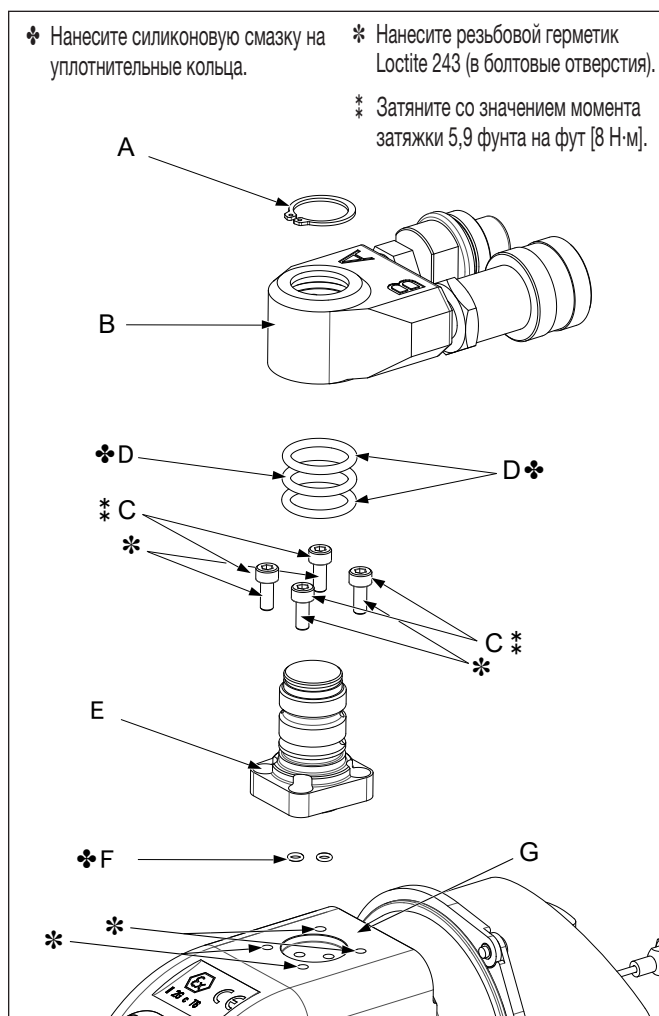

Рисунок 11: Стойка вертлюга и вертлюжное соединение в сборе
7.2.1 Вертлюжное гидравлическое соединение (рис. 11, 12)
1. Нанесите небольшое количество герметика для резьбовых соединений Loctite 243 на резьбу крепежных отверстий в корпусе ключа. Расположения см. на рис. 11.
2. Установите два новых уплотнительных кольца (F) в отверстия в основании стойки вертлюга (E).
3. Установите стойку вертлюга (E) на корпус ключа (G) таким образом, что гидравлические отверстия совмещены. Следите за тем, чтобы уплотнительные кольца (F) не выпали или не были защемлены или разрезаны.
4. Вставьте обезжиренные винты под ключ (D) и затяните их с моментом 5,1 Нм {3,7 фунт-фут}.